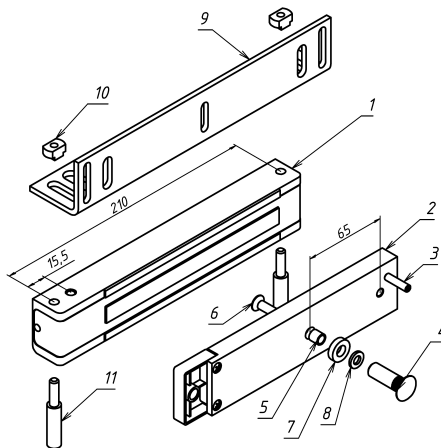

Рисунок 1
3.1 Комплект поставки (рисунок 1):
- корпус (1) - 1 шт.
- якорь (2) - 1 шт.
- комплект крепления якоря: штифт (3), втулка (4),